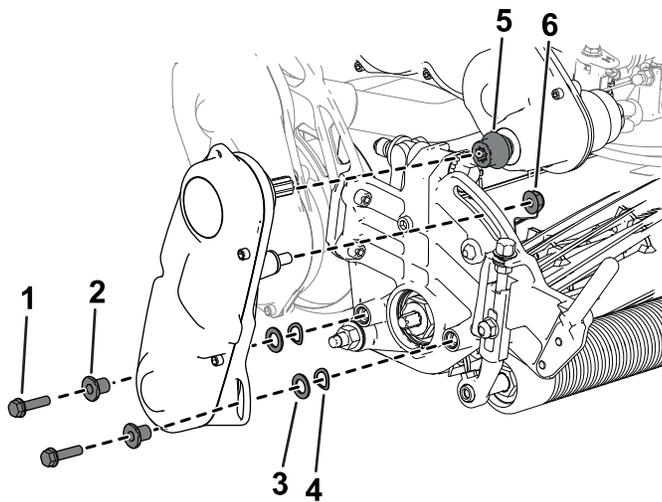

Figure 34
- Déposez l'entraînement du cylindre de l'unité de coupe (Figure 34) et conservez les fixations.